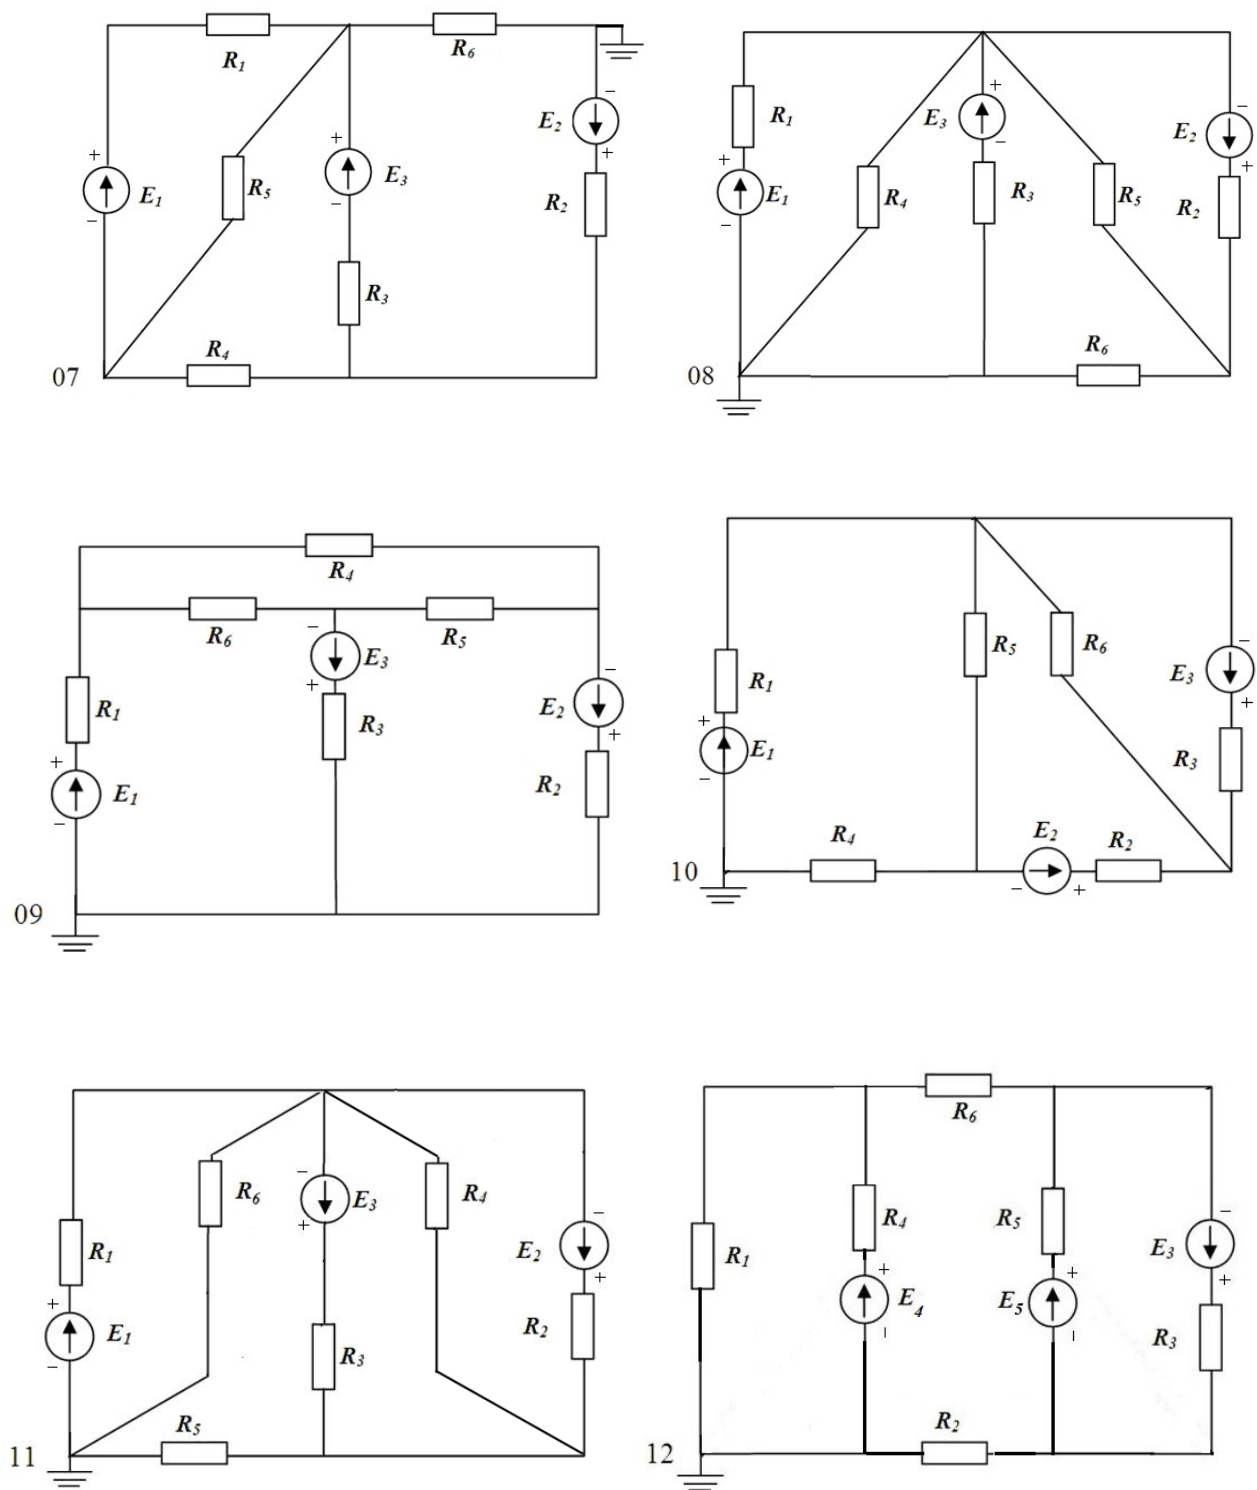

Рис. 1.1. Варианты схем электрической цепи
1. Собрать в MultiSim схему ЭЦ согласно заданному варианту (рис. 1.1). Пример ЭЦ см. ссылку 14, а его сборка – см. ссылку 15:
1. Подготовить в MultiSim схему электрической цепи в соответствии с заданным вариантом путем редактирования примера ЭЦ в данной работе (рис. 1.1):